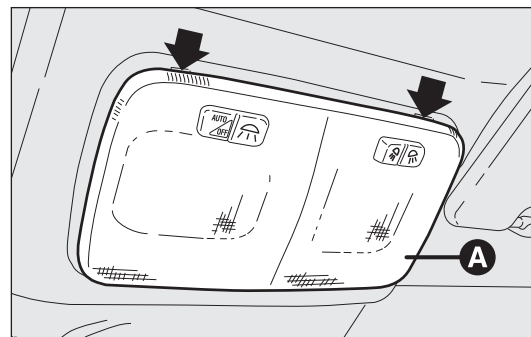
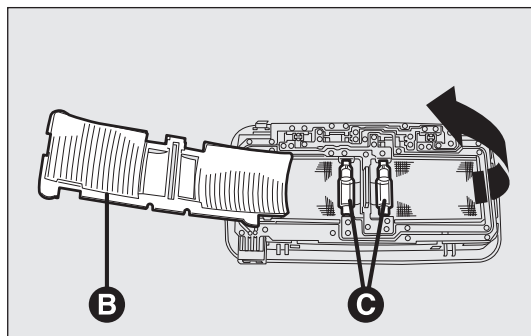

fig. 200
fig. 201
- ☐ agir sur les points indiqués par les flèches et enlever le plafonnier A-fig. 200;
- ☐ ouvrir la trappe de protection B-fig. 201 ;
- ☐ remplacer les ampoules C-fig. 201 en les dégageant des contacts latéraux et en s'assurant que les nouvelles ampoules sont correctement bloquées entre les contacts ;
- ☐ refermer la trappe B-fig. 201 et fixer le plafonnier A-fig. 200 dans son logement, puis vérifier qu'il soit bien bloqué.